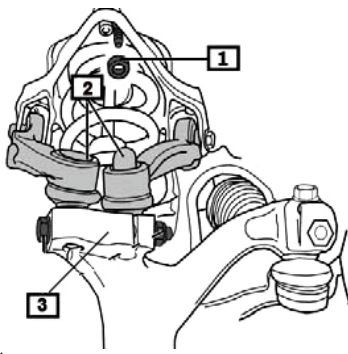
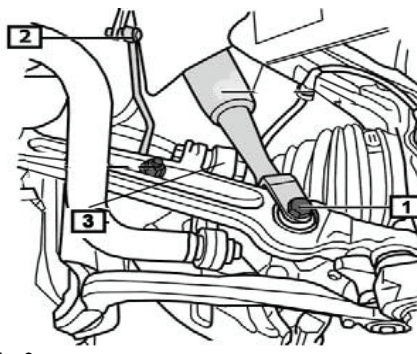

Fig. 1:
Fig. 2:
- **Fig. 1** Montage-Clip (1) entfernen, wird nicht wiederverwendet.
- Die beiden oberen Lenker (2) vom Achsschenkel (3) trennen.
- **Fig. 2** Falls vorhanden, Gestänge für Leuchtweitenregulierung (2) aushängen.
- Untere Federbeinbefestigung (1) vom Querlenker und obere Koppelstangenverbindung (3) abschrauben.
- **Fig. 1** Remove installation clip (1); it will not be re-used.
- Detach the two upper links (2) from the steering knuckle (3).
- **Fig. 2** Remove linkage for headlight leveling control (2), if present.
- Unscrew lower suspension strut attachment (1) from track control arm, as well as upper coupling rod connection (3).
- **Fig. 1** Enlever le clip de montage (1), ne pas le réutiliser.
- Séparer les deux bras supérieurs (2) de la fusée d'essieu (3).
- **Fig. 2** Si existante, décrocher la tige de réglage de la portée des phares (2).
- Dévisser la fixation inférieure de la jambe de force (1) du bras transversal puis la liaison de la bielle de connexion (3).
- **Fig. 1** Retirar el clip de montaje (1), no se vuelve a utilizar.
- Separar las dos barras de dirección superiores (2) del cuello del eje (3).
- **Fig. 2** Desenganchar el varillaje de la regulación de los faros si lo hubiese.
- Desatornillar la sujeción inferior del amortiguador (1) de la barra de dirección transversal y la unión superior de las barras de acoplamiento (2).
- Retirar los tornillos de sujeción superiores del amortiguador (7).